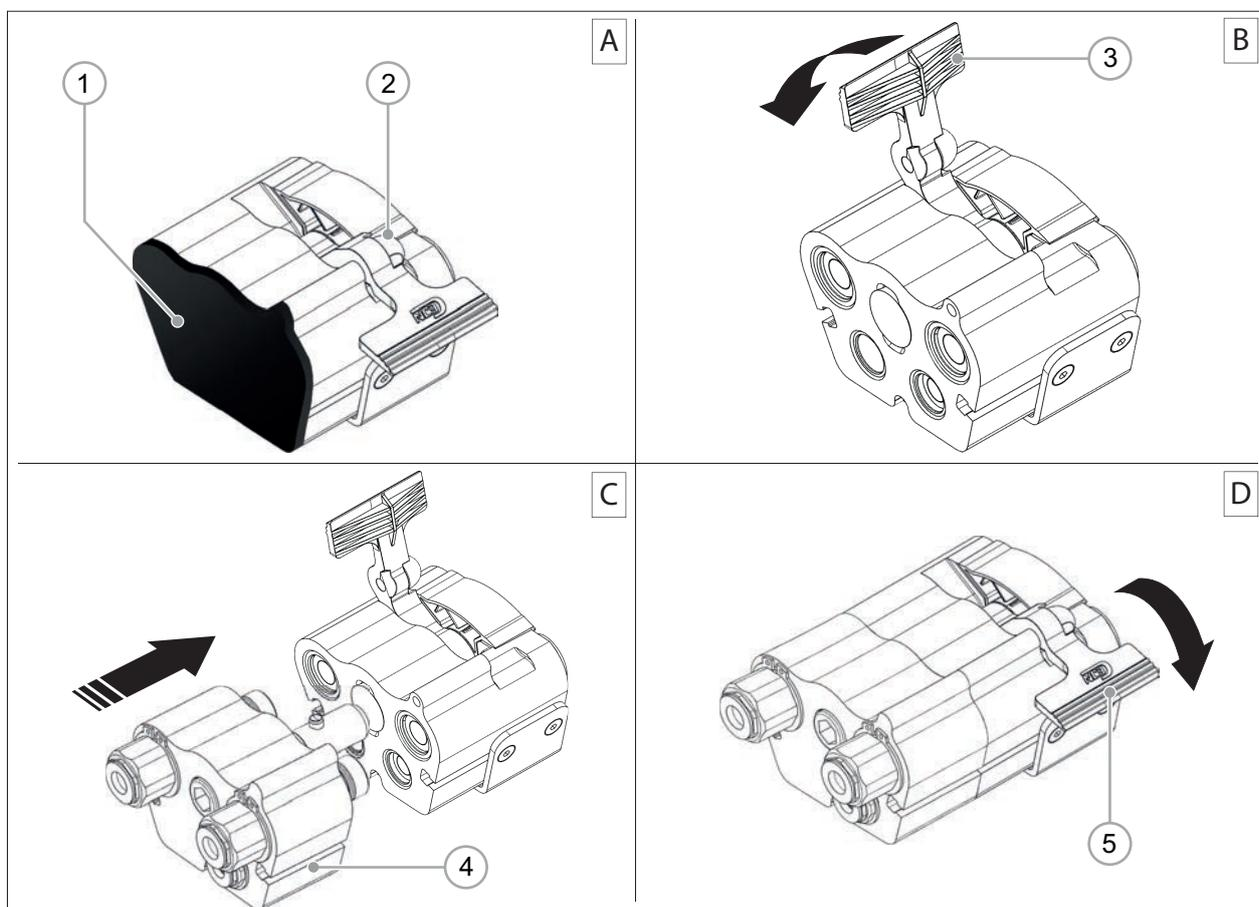

РИС. 29
- 1) Снимите защитную крышку (РИС. 29 – Сс. 1) с мультиконнектора.
- 2) Нажмите кнопку блокировки (РИС. 29 – Сс. 2) на ручке замка и поднимите ручку замка (РИС. 29 - Сс. 3) в открытое положение.
- 3) Наденьте переходную пластину, присоединенную к гидравлическим шлангам навесного оборудования (РИС. 29 - Сс. 4), на мультиконнектор.
- 4) Потяните стопорную ручку (РИС. 29 – Сс. 5) вниз, зафиксировав панель адаптера в разьеме.